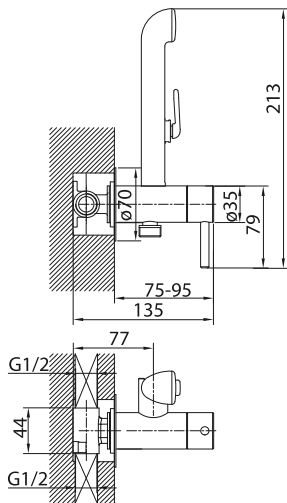

Рис.2 / 2 сур.
- В намеченном месте установки смесителя необходимо подготовить нишу для установки корпуса смесителя. Нишу готовят путем штробирования стены. Глубину ниши и ее размеры необходимо предусмотреть с учетом размеров корпуса смесителя. При определении глубины ниши необходимо учесть толщину будущей отделки и глубину, на которую может быть установлен смеситель от поверхности будущей стены с отделкой. Справочные размеры указаны на рис. 2.